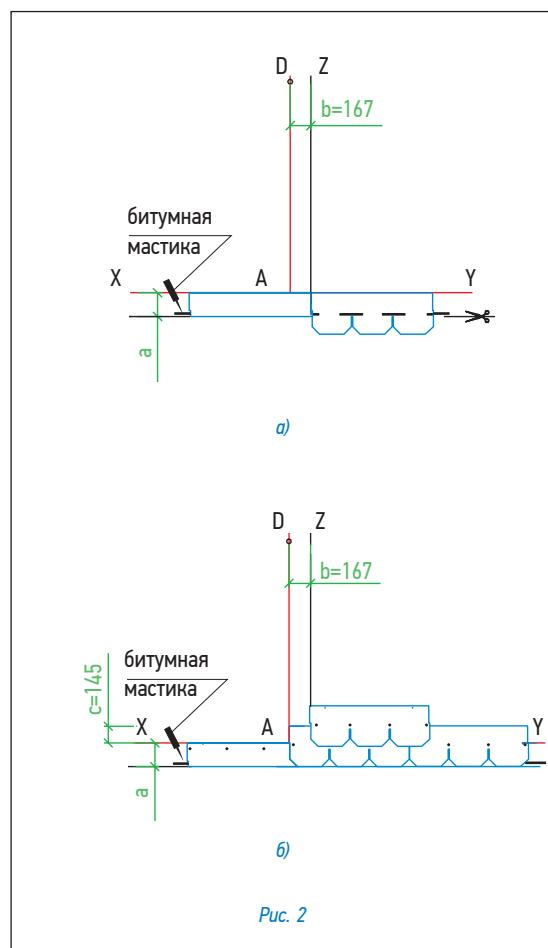

Рис. 2
Укладка материала (рис. 2)
- Начальный ряд формируется из специальной коньково-карнизной черепицы, либо из листов черепицы обрезанных по линии образованной конечными точками вырезов. Элементы начального ряда укладываются по линии карниза в обе стороны от линии Z (рис. 2а) и фиксируются по нижнему краю битумной мастики, а по верхней кромке 4 гвоздями (ось гвоздей на 5 см ниже верхнего края полосы);
- далее первый ряд черепицы укладывается от линии AD (рис. 2б);
- второй ряд укладывается от линии Z (со смещением 16,7 см от AD) (рис. 2б);